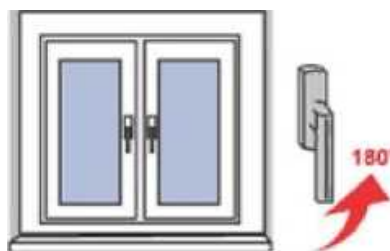

Рис.2
3) Для перевода створки из закрытого положение в откидное (поворот створки относительно нижней горизонтальной оси, положение «Откинута» на Рис.2) ручку поворачивают вертикально на 180 градусов вверх, затем, потянув за ручку, поворачивают створку относительно нижней горизонтальной оси на заданный изготовителем угол (не более 10 градусов) (**откидной режим**).
4) Для запираения створки из открытого или откидного положения ее сначала закрывают и, придерживая створку рукой, поворачивают ручку вертикально вниз (положение «Закрьюто» на Рис. 2).